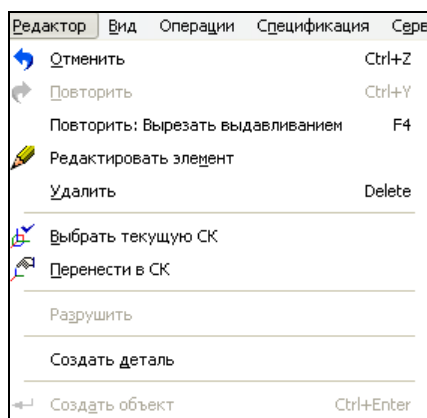

Рис. 4.3. Выпадающее меню пункта **Редактор**
- ◆ **Редактор** — осуществляет отмену выполненных команд, редактирование частей модели (рис. 4.3);